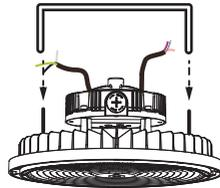

Figure 4
2. Ensuite, fixer le support de l'étrier aux supports de montage de l'étrier en forme de L. (voir figure 4)